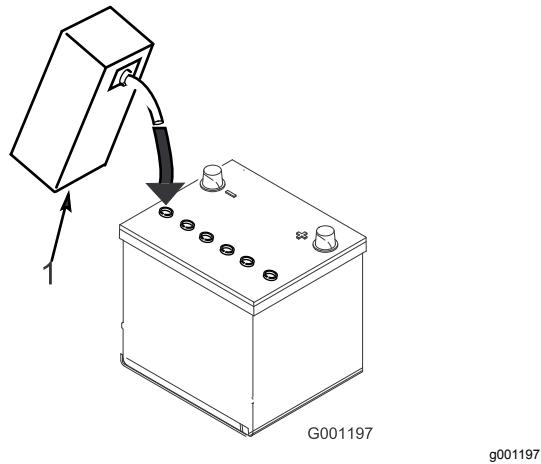

図5
3. 各セルの電極板が液面下6mm程度に水没するまで、電解液を慎重に入れる図5。
4. 電極板が液を吸収するまで2030分間程度待つ。必要に応じて、電極板が6mm程度水没するぐらいに電解液を補充する図5。